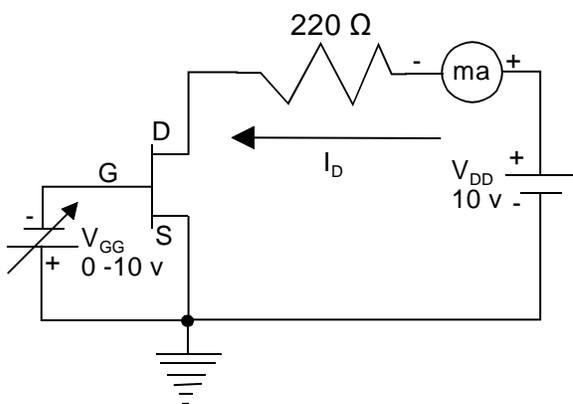

Figura 5. Obtención de $V_{GS(OFF)}$.
- Medición de $V_{GS(OFF)}$. Implemente el siguiente circuito (Figura 5):